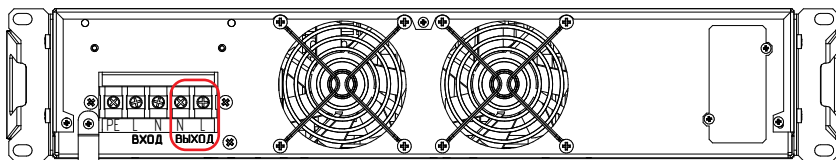

Рисунок 27. Стабилизатор Штиль IS5000RT. Выводы «Выход N-L»
- у моделей IS5000RT и IS7000RT к выводам «Выход N-L» (**рисунок 27 и 28**);